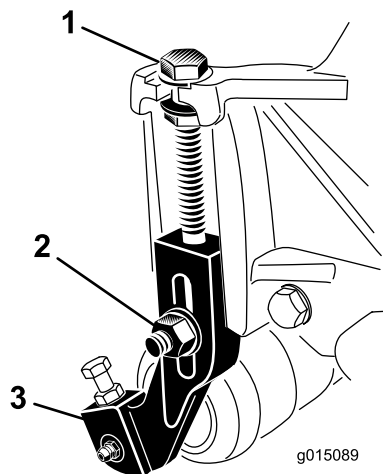

Figura 17
1. Afloje las contratuercas que sujetan los soportes de ajuste de la altura de corte a las chapas laterales de la unidad de corte (Figura 17).